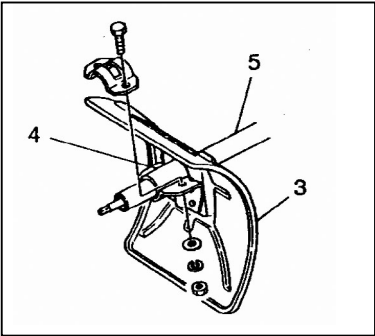

Fig. 2
- 2) Install blade guard (3) and the collar (4) of Mini-culti. by inserting onto shaft pipe (5) and fix it temporarily keeping the model name on the cover upright. (Fig. 2)
- 2) Installez le protège-lame (3) spécialement prévu pour la minisarcleuse en le fixant avec le collier (4) sur le tube de l'arbre (5). N'oubliez pas que la référence modèle sur le couvercle doit rester verticale. (Fig. 2)